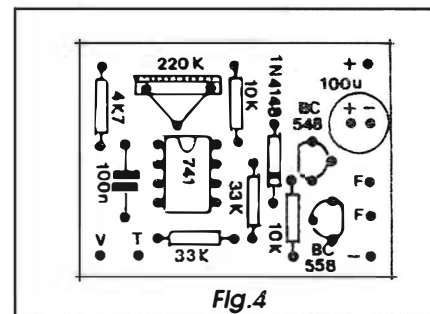
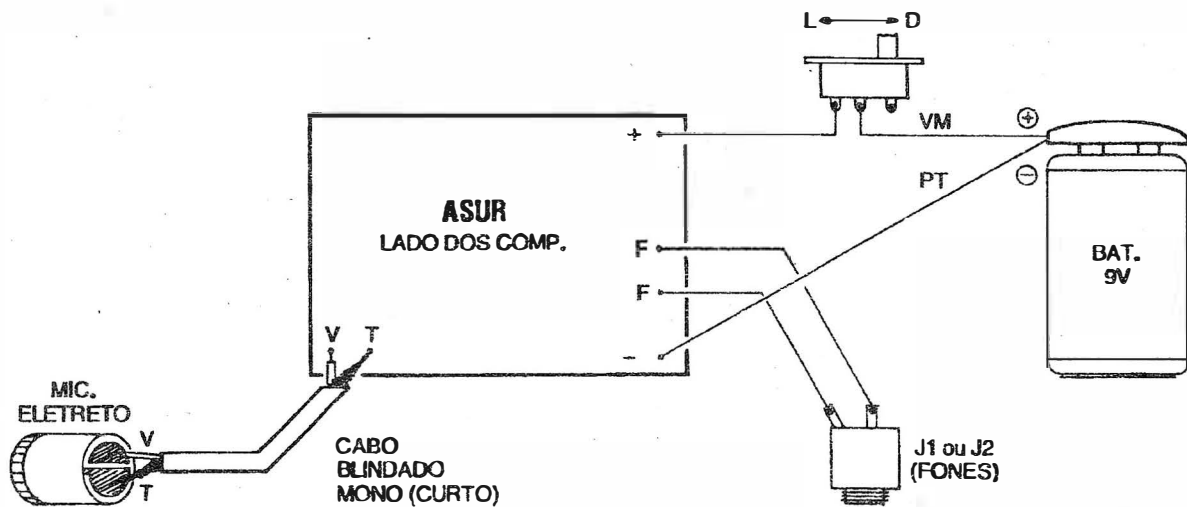

Fig.4
Fig.5
- FIG. 4 - CHAPEADO DA MONTAGEM - Lado não cobreado da plaquinha, já com todos os principais componentes inseridos e identificados (valores, polaridades, códigos, etc.). Atenção ao posicionamento das peças polarizadas, que não podem ter seus terminais colocados de forma invertida nos respectivos furos... É o caso do integrado (com a extremidade marcada voltada para o *trim-pot*), do diodo (com seu terminal de *catodo*) demarcado pela faixa ou anel em cor contrastante..., do capacitor eletrolítico (polaridade indicada no próprio *corpo* do componente) e dos dois transístores, com inserção referenciada pelos respectivos la-
- FIG. 5 - CONEXÕES EXTERNAS À PLACA - Mantendo a visão da placa pelo seu lado sem cobre (onde repousam os componentes principais, já mostrados no diagrama anterior...), a abordagem agora visa as conexões externas, todas simples, embora exigindo a costumeira dose de atenção... Observar que as ligações do *clip* da bateria são polarizadas, com o velho código de fio **vermelho no positivo** e fio **preto no negativo**... Notar ainda a intercalação do pequeno interruptor no cabo do **positivo (vermelho)**... A conexão ao microfone (rever FIG. 3) deve ser feita com um pedaço curto de cabo blindado mono, observando-se os locais de ligação para o fio **vivo (V)** e malha de **terra (T)** na placa e na traseira do componente... As ligações entre os pontos **F-F** da placa e os terminais do jaque de fone, em tese, não são polarizadas... Entretanto, dependendo do conjunto jaque/plugue utilizado (e também na dependência dos fones...), o leitor/hob-
bysta deverá adotar um dos *truques* também explicados em figura da descrição da montagem **FOSF (FONE SEM FIO - INFRA-VERMELHO)**, na presente **APE**, de modo que componentes estéreo possam ser organizados para funcionamento correto em mono, sem problemas... Tanto nas conexões soldadas externas (FIG. 5), quanto nas ligações dos componentes (FIG. 4), é importante conferir tudo ao final, é só então cortar as sobras de *pernas*, terminais e fios, pela face cobreada da placa, assegurando-se que os pontos de solda estejam todos perfeitos, sem *corrimentos* ou falhas...